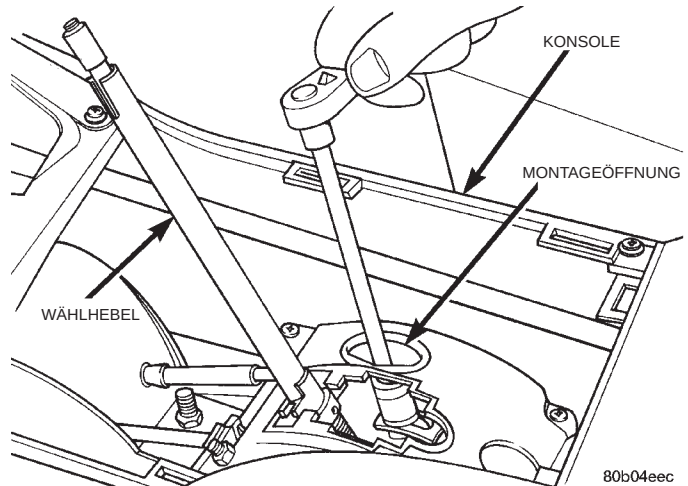

Abb. 358 Mutter am Einstellhebel des Gangwahlzugs
- (1) Schaltknauf und Konsolenblende ausbauen.
- (2) Mutter am Einstellhebel des Gangwahlzugs lösen (Abb. 358).
- (3) Getriebeseitigen Schalthebel in Stellung P (hinterste Stellung) bringen. Prüfen, ob die Parksperre richtig eingerastet ist.